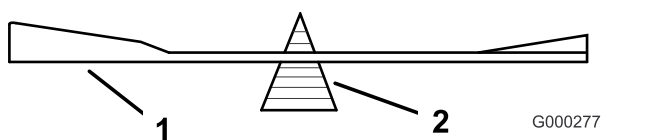

Figura 102
2. Verifique o equilíbrio da lâmina colocando-a num equilibrador de lâminas (Figura 102).